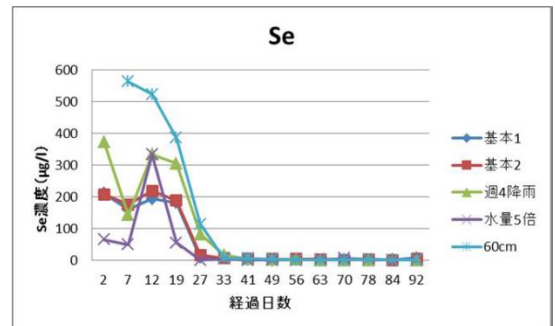

図2 降水日数とセレン流出濃度との関係
- ▶ 純水を流し始めてから、すべての元素で流出濃度が全体的に高くなり、その後排出される濃度が低下して環境基準を下回る結果となった。図2にSeの例を示す。